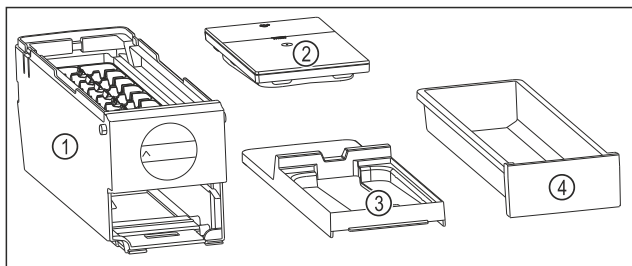

Fig. 81 Súčasti EasyTwist-Ice
- ▷ EasyTwist-Ice je rozložený na štyri časti. (pozri Fig. 81)
- ▶ Rozložte EasyTwist-Ice len na tie súčasti, ktoré sú na obrázku. (pozri Fig. 81)
- ▶ Korpus EasyTwist-Ice Fig. 81 (1) vyčistite ako celok.